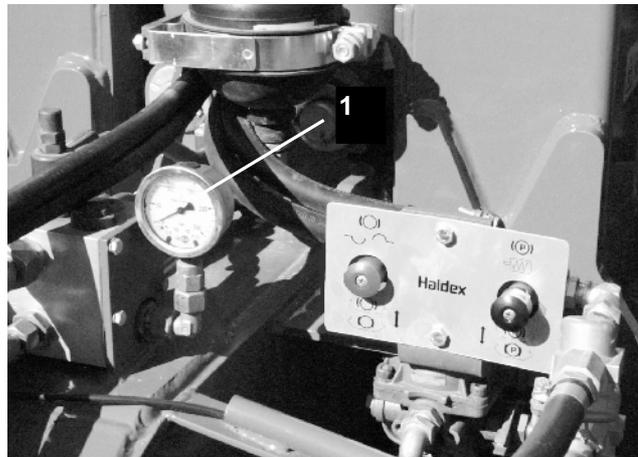

Fig. 36
- Das Manometer (Fig. 36/1) zeigt den Druck der Zylinder an.